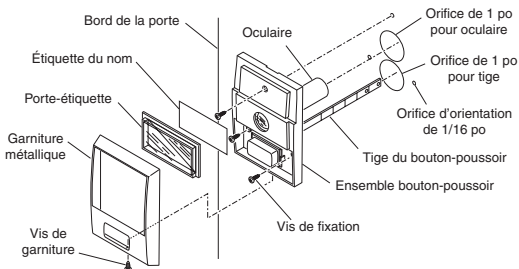

Figure 1 = Mise en place du bouton-poussoir sur la porte
2. Au moyen du gabarit fourni, marquez l'emplacement des orifices d'installation en parallèle avec le bord de la porte (consultez la Figure 1). *Note :* Il est essentiel que les orifices soient parallèles au bord de la porte pour assurer le bon fonctionnement du carillon.
Consultez la Figure 1 pour la mise en place du bouton-poussoir. *Note :* Si le bouton-poussoir est installé à un endroit exposé aux intempéries, appliquez un produit de calfeutrage autour des orifices de 1 po avant de fixer le bouton-poussoir à la porte.
1. Retirez la vis de la garniture métallique, la garniture métallique, le porte-étiquette et l'étiquette du nom de l'ensemble bouton-poussoir pour trouver les orifices d'installation (consultez la Figure 1).
2. Insérez l'oculaire et la tige du bouton-poussoir dans les orifices précédemment percés jusqu'à ce que le bouton-poussoir soit à égalité de la porte. Fixez l'ensemble au moyen des trois vis fournies (consultez la Figure 1).
4. Remplacez la garniture métallique sur l'ensemble bouton-poussoir/porte-étiquette, puis fixez-la en place au moyen de la vis (consultez la Figure 1).